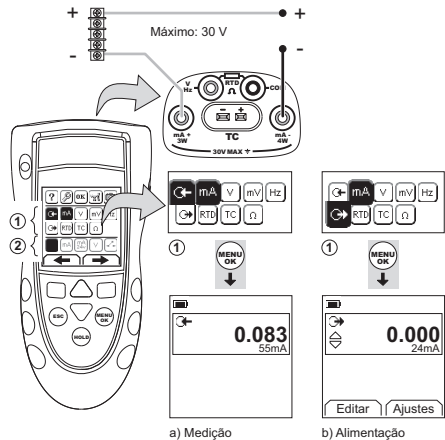
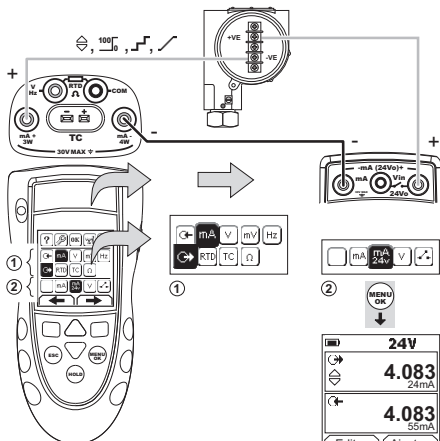
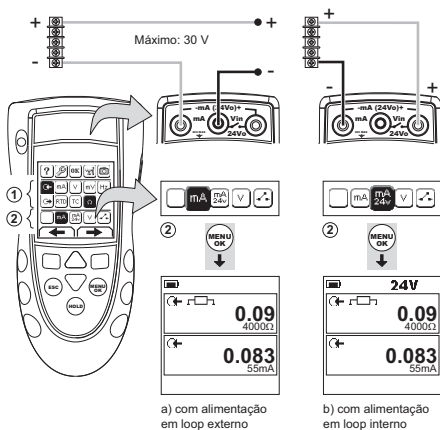

Figura 1: Exemplo de configuração: para medir/alimentar em mA com potência de loop externo (área ①)
Figura 2: Exemplo de configuração: para alimentar em mA com potência de loop interno (área ①)
Figura 3: Exemplo de configuração: para medir em mA (Dupla Função, área ②)
1. Conecte o instrumento (Figura 1, Figura 2 ou Figura 3) e, se necessário, ajuste a Configuração (Tabela 1).